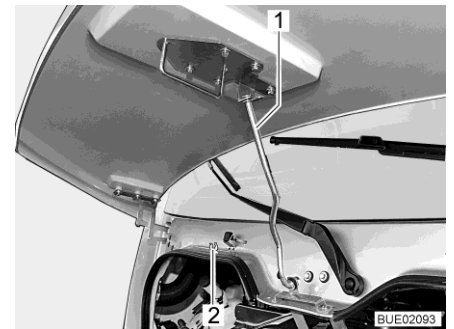

Fig. 51 Barra di sicurezza (Ixeo I)
- Prelevare la barra di sicurezza (Fig. 51,1) dal supporto (Fig. 51,2) e agganciarla nell'attacco del cofano motore.
- Sganciare la barra di sicurezza (Fig. 51,1) dall'attacco sul cofano motore e spingerla nel supporto (Fig. 51,2).